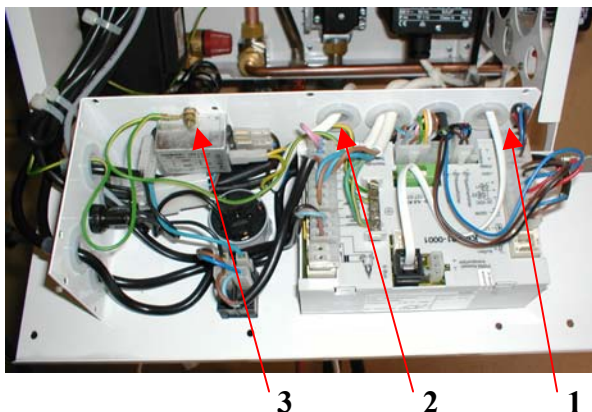

Abb. 16 Stelle der Kabeldurchführungen
Der Außentemperaturfühler wird vom Steuergerät mit Niederspannung versorgt. Es ist jedoch darauf zu achten, dass kein Kurzschluss in der Stormversorgung des Außentemperaturfühlers verursacht wird. Nach der Zuführung des Fühler-Kabels an den Kessel, ist dieses durch die Öffnung durchzuziehen (Abb. 16 Pos. 1) und an den Anschluss ST2 am Steuergerät anzuschließen (Abb. 13).
- Die Leitung durch die Öffnung durchziehen (Abb. 16, Pos. 2).
- Leitung durch die Öffnung ziehen (Abb. 16, Pos. 1)
- Leitungen L und N an entsprechende Anschlüsse am Netzfilter anschließen (Abb. 16, Pos. 3)